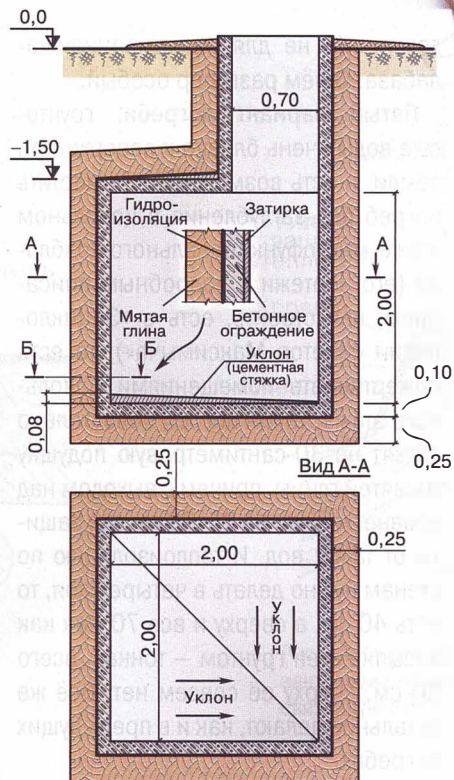

Рис. 9. Устройство погреба по второму варианту.
**Второй вариант погребка** (рис. 9) возможен только в том случае, когда верховодка опускается ниже 3,5 м, позволяя выкопать котлован на полную глубину. Работать в этом случае нужно в тем-